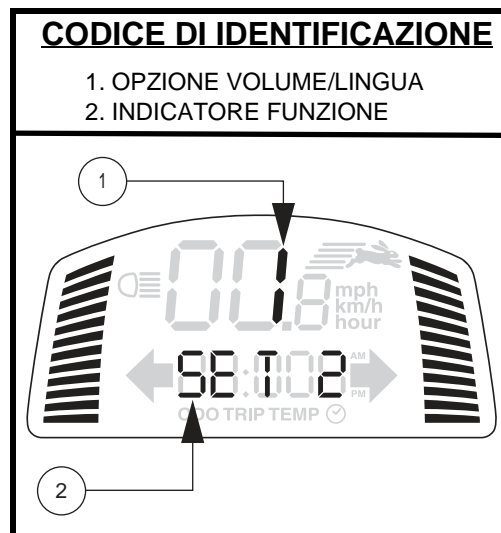

Figura 5. Visualizzazione Controllo del Volume
**NOTA:** Gli indicatori di svolta sono temporizzati per spegnersi dopo 15 secondi. Un segnale acustico suona per tutto il tempo in cui l'indicatore di direzione è acceso. Per il controllo del volume consultare la figura 5.
*NOTA: I lampeggiatori restano attivi e viene emesso un segnale acustico per tutto il tempo in cui le luci di emergenza rimangono accese. Per il controllo del volume consultare la figura 5.*
Il volume del segnale acustico per luci di emergenza, clacson, bassa tensione delle batterie, indicatori di svolta e messaggio di errore può essere aumentato, ridotto, oppure spento separatamente. **Vedere figura 5.**